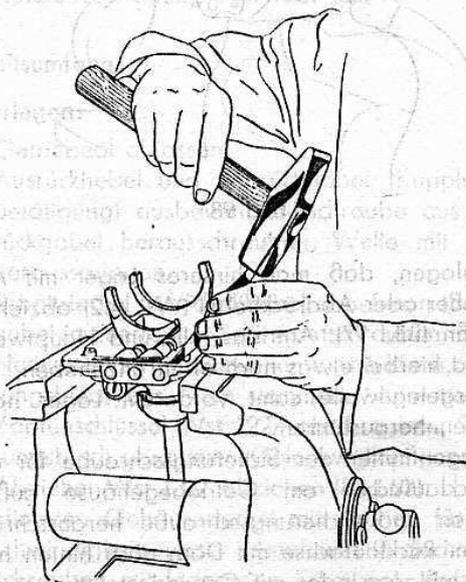

Bild 100
23. Keil zur Schaltschienenbefestigung mittels Dorn herausschlagen (Bild 100).